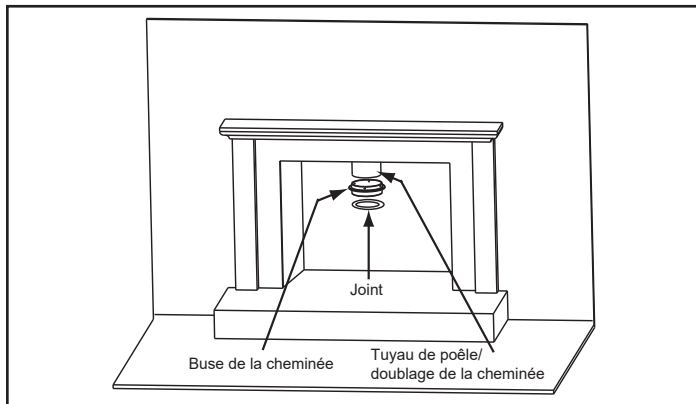

Figure 19.1
1. Il y a 4 trous déjà percés dans le collier de cheminée à 90 degrés l'un de l'autre. Fixez le collet de cheminée au tuyau/gaine du poêle. Si l'étanchéité est douteuse, utilisez un scellant à haute température tel que du mastic pour poêle (**Figure 19.1**).